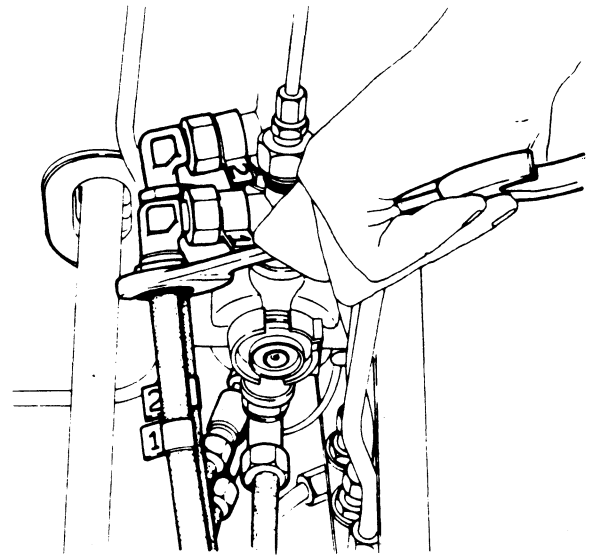

Fig. 7
- Merk de 5 luchtleidingen aan de hoofdremcilinder en neem ze los (Fig. 7).